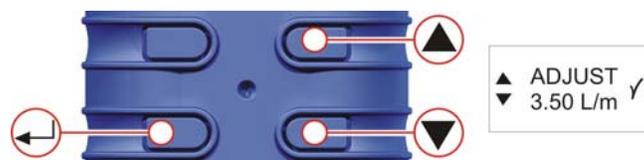

Abbildung 26 (hoher Stellwert) Anzeige ändern
L. KALIBRIEREN DES HOHEN STELLWERTS (Abb. 26)